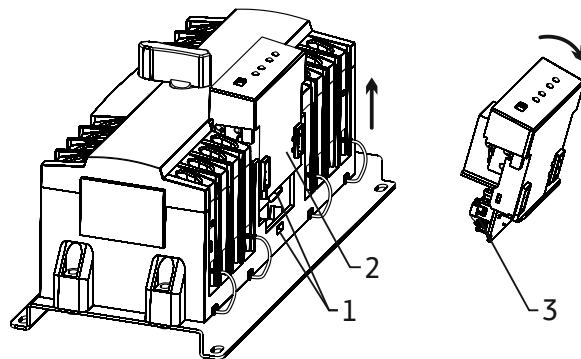

Рис. 6. Замена предохранителей
Контроллер АВР оснащен плавкими предохранителями 2А 5х20 мм для защиты от короткого замыкания. В случае выхода из строя предохранителей (3) необходимо заменить их. Для это необходимо снять верхнюю часть блока контроллера вместе с панелью индикаторов, поддев отверткой защелку (1) вверх и потянув вперед и вверх блок контроллера (2) (см. рисунок 6).
- Производить проверку состояния и замену (при необходимости) предохранителей контроллера (см. рис. 6).